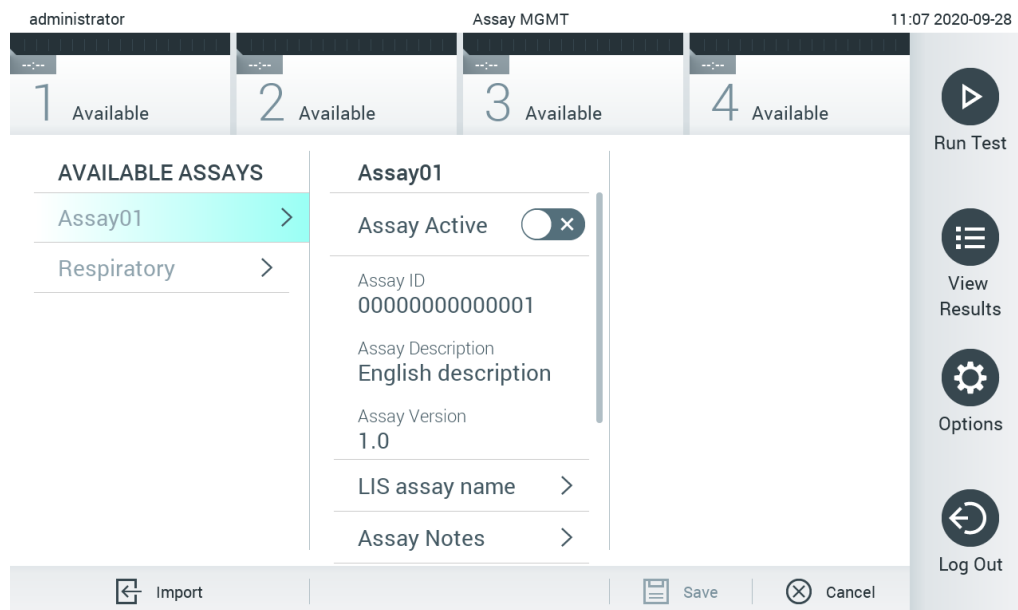

Рис. 60. Экран «Assay Management» (Управление тест-системами).
2. Чтобы импортировать на QIAstat-Dx Analyzer 1.0 новую тест-систему (новые тест-системы), нажмите кнопку **Options** (Опции), а затем — кнопку **Assay Management** (Управление тест-системами). В области содержимого на дисплее отобразится экран **Assay Management** (Управление тест-системами) (рис. 60).